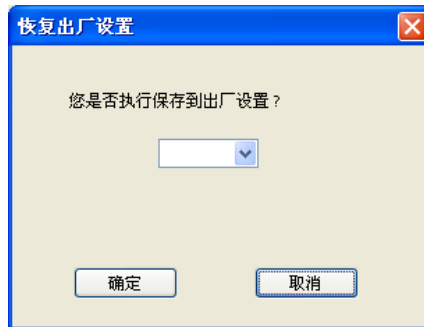

图 5.35 保存到出厂设置
1. 点击“校准”->“恢复出厂设置”->“保存到出厂设置”按钮，弹出“保存出厂设置”窗口，如图 5.35 所示：